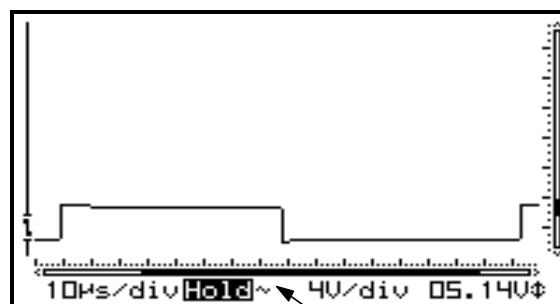

Fig 31
Uma barra preta (1) indica a posição relativa do sinal na janela (**Ver Fig. 31**). (Só no HPS40)